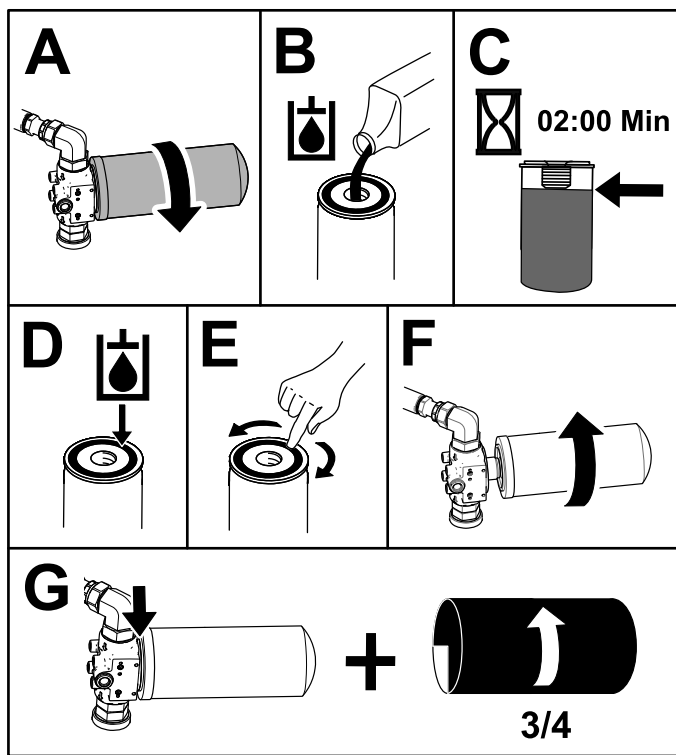

Figure 80
5. Placez un bac de vidange sous le filtre avant et remplacez le filtre (Figure 80).